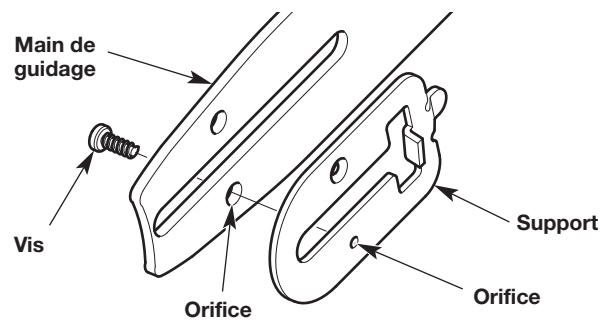

Fig. 43
5. Utiliser un petit tournevis cruciforme pour retirer la vis qui maintient le support sur la barre de guidage (Fig. 43).
1. Placer le support sur la barre de guidage (Fig. 43). Aligner l'orifice du support avec l'orifice sur la barre de guidage (Fig. 43). Insérer la vis dans les orifices alignés (Fig. 43). Serrer fermement la vis avec un petit tournevis cruciforme.